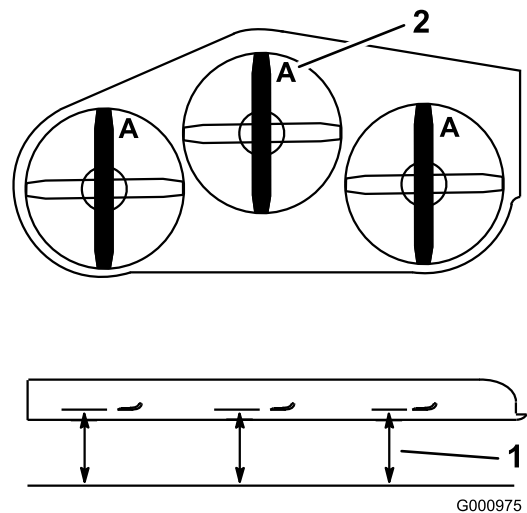

Figure 75
3. Tournez les lames dans le sens longitudinal (Figure 75). Mesurez la distance entre la surface plane et le tranchant (position A) des lames (Figure 75). Notez cette valeur.